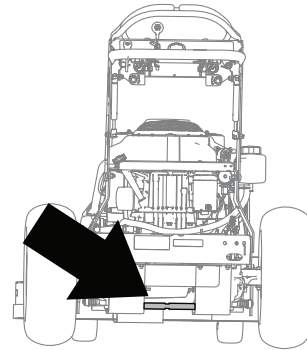

Figura 3
1. Localice la barra del eje donde se instalará el protector (Figura 3).